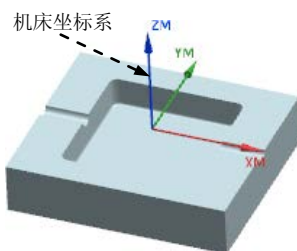

图 10.3 创建机床坐标系
Step2. 单击“CSYS”对话框 **操控器** 区域中的“操控器”按钮 ，系统弹出“点”对话框，在“点”对话框的 **Z** 文本框中输入值 0.0，单击 **确定** 按钮，此时系统返回至“CSYS”对话框，在该对话框中单击 **确定** 按钮，完成图 10.3 所示机床坐标系的创建。